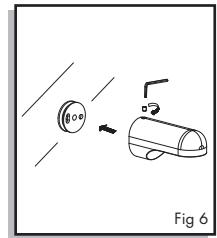

Fig 6
6. Slide the base back onto the post, it should "click" into place. Tighten the set screw with supplied hex wrench(Fig 6).
de presión con la llave hexagonal provista (Fig 6).
6. Remettre le couvercle sur le poteau; il doit se bloquer en place. Serrer la vis de pression à l'aide de la clé hexagonale fournie (Fig 6).